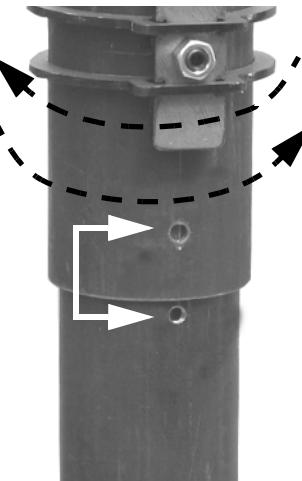

Рис. 16
- 3 Снять фланцевый патрубок **T**, открутив для этого 4 винта с углубленной головкой **VTF** (Рис. 16)